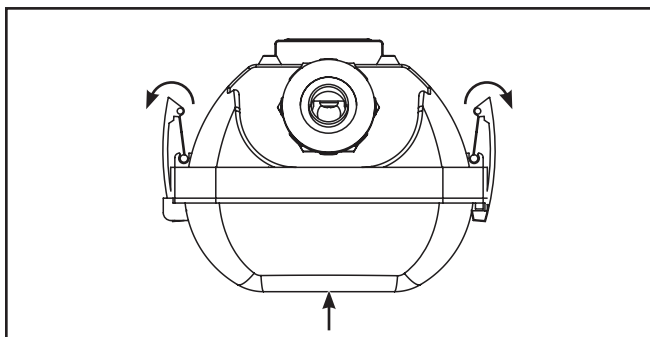

Figure 6.
7. Libérez les loquets de verrouillage en tirant le haut des loquets à l'écart du logement (Figure 6). Retirez les lentilles et mettez-les de côté.